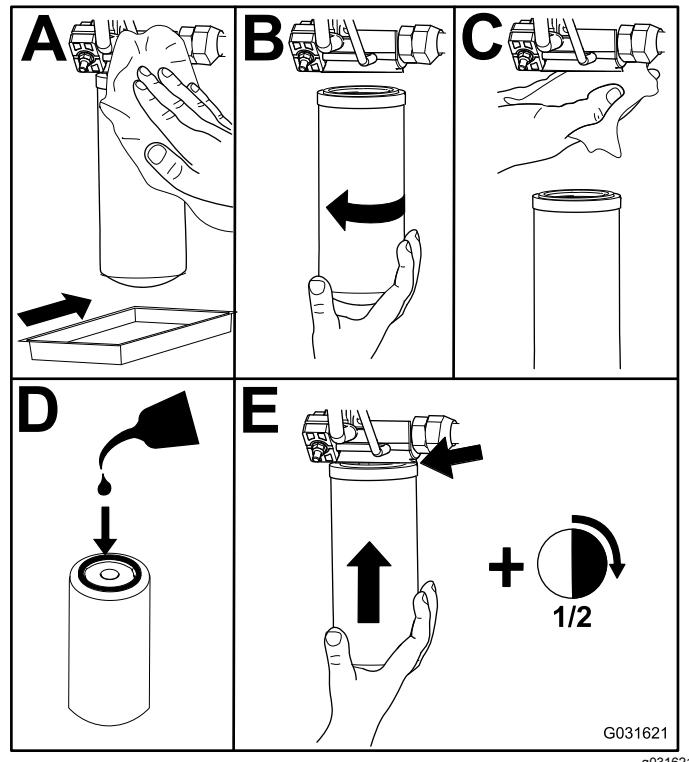

Bild 97
- Tauschen Sie die Hydraulikfilter aus (Bild 97).